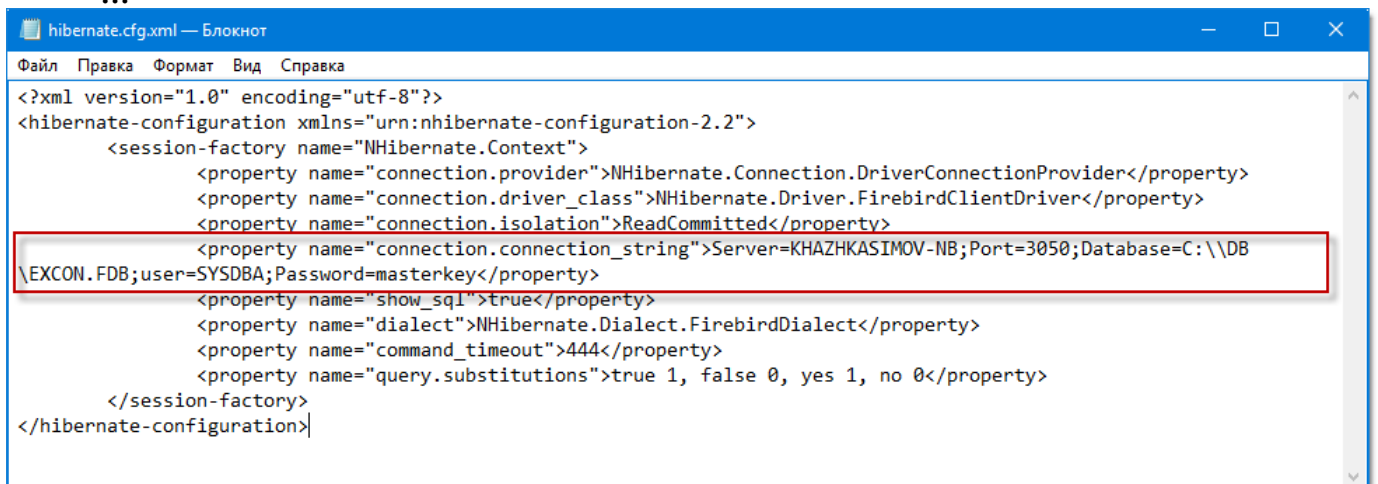

Рисунок 16 – Файл hibernate.cfg.xml
4. В каталоге с распакованным адаптером ... \ExCon\Settings откройте файл hibernate.cfg.xml (рис. 16).